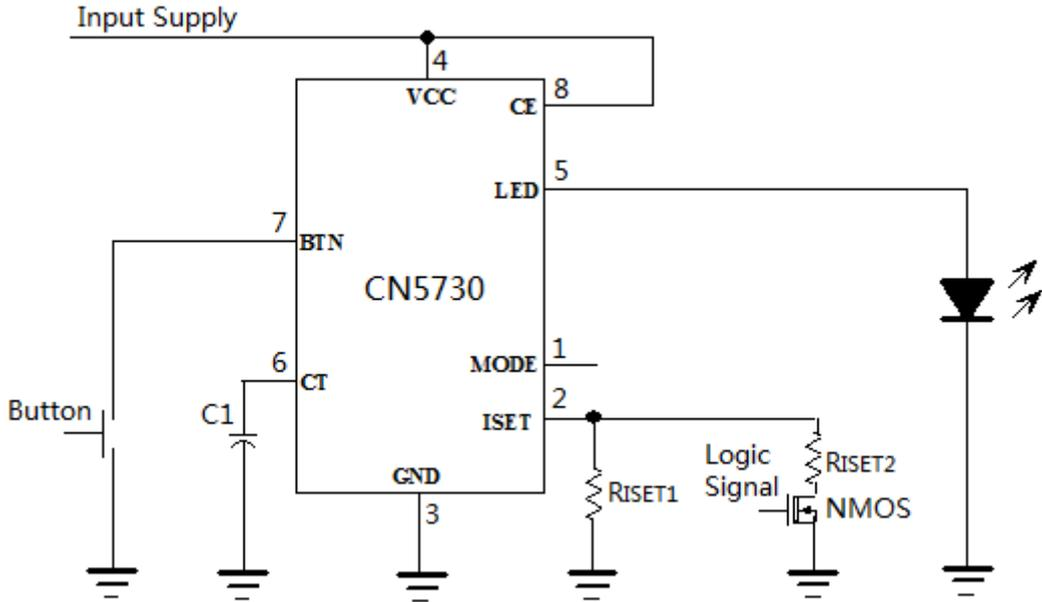

图6 用逻辑信号调整亮度
2. 用逻辑信号调整发光二极管的亮度, 如图6所示
如果只需要分几档来调整发光二极管的电流, 可以用逻辑信号来实现, 图6示出了分两个档次来调整发光二极管的电流的电路。R_{ISET1}设置了流经LED管脚的最小电流, 当N沟道场效应晶体管导通时, 即逻辑信号为高电平时, R_{ISET2}同R_{ISET1}并联, LED电流增大。